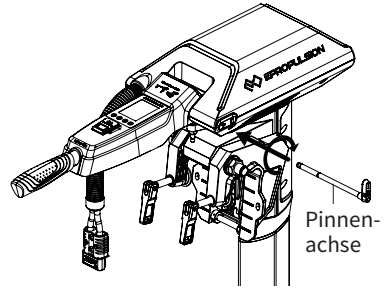

Abbildung 2-5
2. Schieben Sie die Handgriffwelle bis zum Anschlag in die Bohrung ein und verriegeln Sie sie im Uhrzeigersinn (Abbildung 2-5).